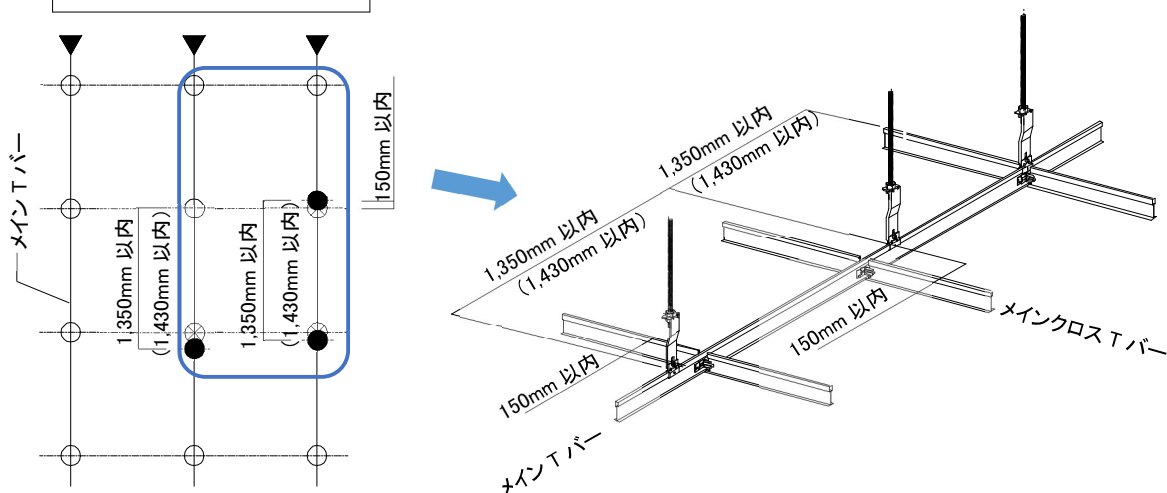

図2-3-2 吊りボルト設置時の注意事項
- ② ハンガーを組付けた吊りボルトをインサートにねじ込み、吊りボルトが鉛直になるように設置すること。
- ③ 吊りボルト設置時は、メインTバーとメインクロスTバーの交点 1,200×1,200 mmまたは 1,280×1,280 mm付近に直吊りする。やむを得ず交点から離れて吊る場合は、メインTバー方向、メインクロスTバー方向とも 150 mmまでとし、吊りボルト相互の離れは 1,350 mm以内 (1,280×1,280 mmの場合は 1,430 mm以内)とすること。(図 2-3-2 参照)